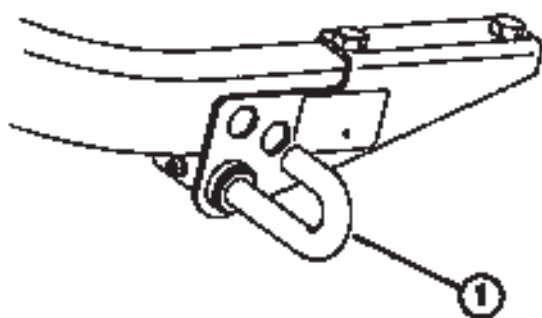

Fig. 14
**LEVA DI ESCLUSIONE TOSATURA** (Fig. 14)—Blocca il pedale di tosatura per impedire che gli apparati di taglio si avviino accidentalmente. Per sbloccare, tirare la spina di esclusione tosatura, girarla in senso orario, ed inserirne l'estremità a manico d'ombrello nel foro posteriore della staffa.